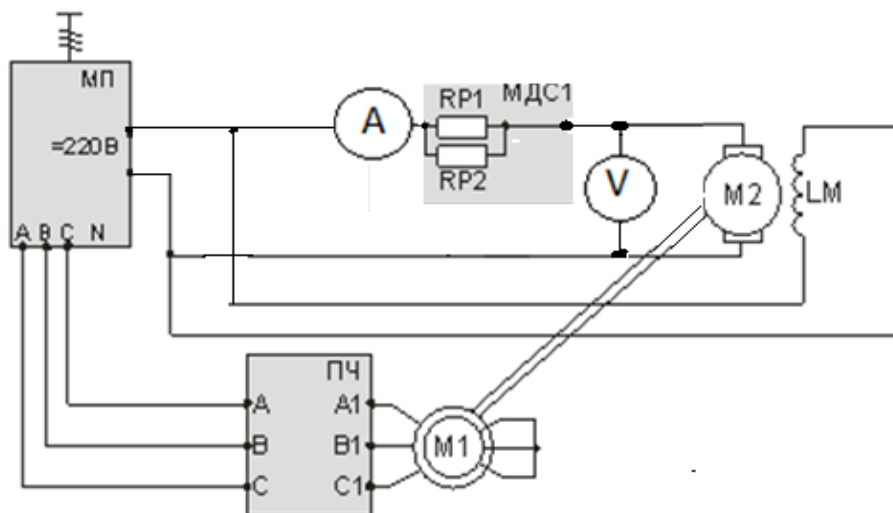

Рисунок 2.1 – Схема исследования естественной характеристики
- собрать часть схемы, относящуюся к асинхронному электродвигателю (рисунок 2.1), подать напряжение на ПЧ (QF1, QF2) и перевести ПЧ в режим регулирования момента (см. лаб. 1, лаб. 7). По завершении настройки ПЧ отключить разрешение на работу ПЧ тумблером SA1, отключить автоматы QF1 и QF2;
- завершить сборку схемы (рисунок 2.1);